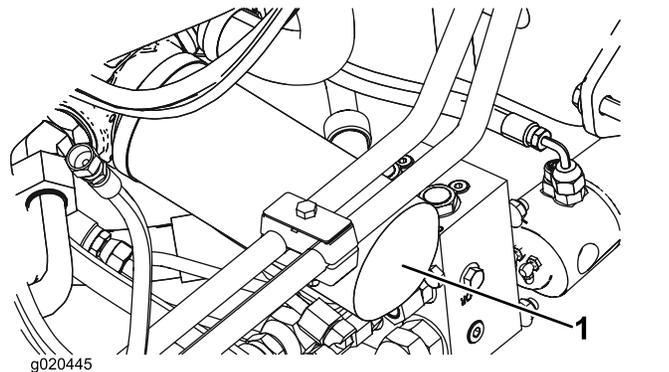

Bild 68
3. Stellen Sie eine Auffangwanne unter den Filter und entfernen den Filter (Bild 68).